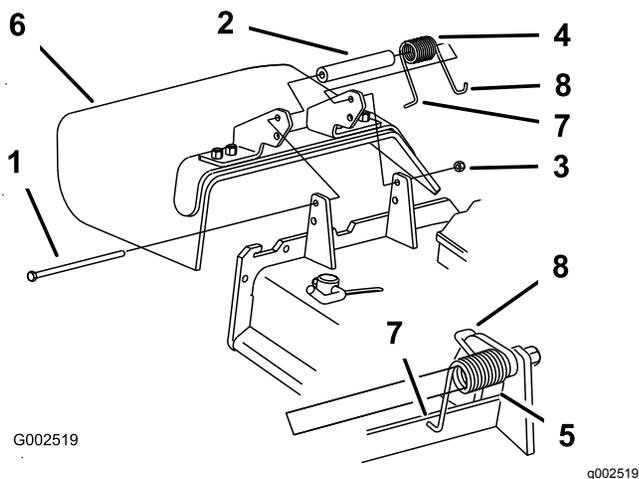

Figura 107
1. Retire la contratuerca, el perno, el muelle y el espaciador que sujetan el deflector a los soportes de pivote (Figura 107).
Nota: Asegúrese de colocar el extremo en L del muelle detrás del reborde de la carcasa antes de instalar el perno, según se muestra en Figura 107
5. Coloque el gancho en J del muelle alrededor del deflector de hierba (Figura 107).